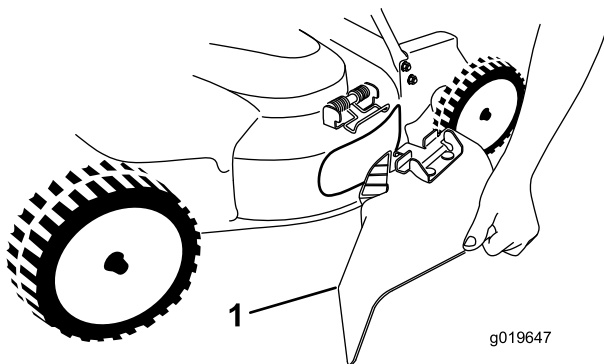

Figura 24
5. Para instalar el conducto de descarga lateral (Figura 24), tire hacia arriba del muelle, coloque el conducto sobre la abertura, y baje el muelle sobre las pestañas de la parte superior del conducto de descarga.